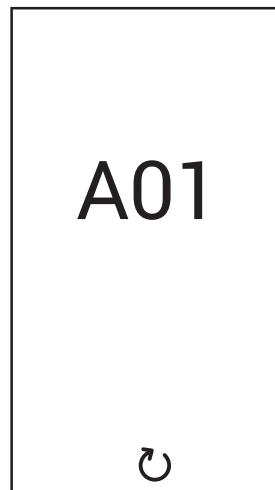

рис. 5
**Неисправность типа А (Рис. 5):** Для разблокировки котла при наличии данного вида неисправности необходимо держать нажатой кнопку до тех пор, пока не появится надпись "Confirm?" ("Подтверждаете?"). Затем подтвердите нажатием на кнопку .